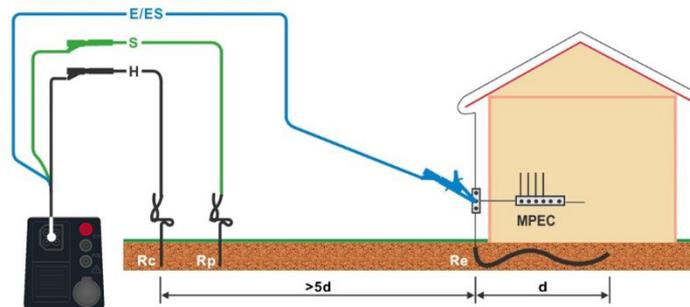
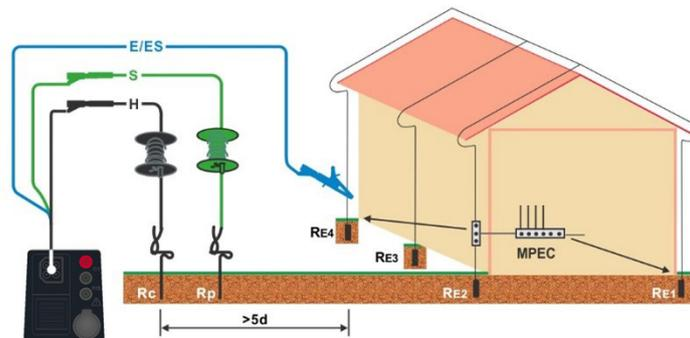

Abbildung 7.47: Erdungswiderstand, Messung der Haupterdung mit optionalem Erdungsset (044113)
Abbildung 7.48: Erdungswiderstand, Messung einer Blitzschutzanlage mit optionalem Erdungsset (044113)
- › Schließen Sie die 3-Leiter-Prüfleitung am Prüfobjekt an, siehe **Abbildung 7.47** und **Abbildung 7.48.**